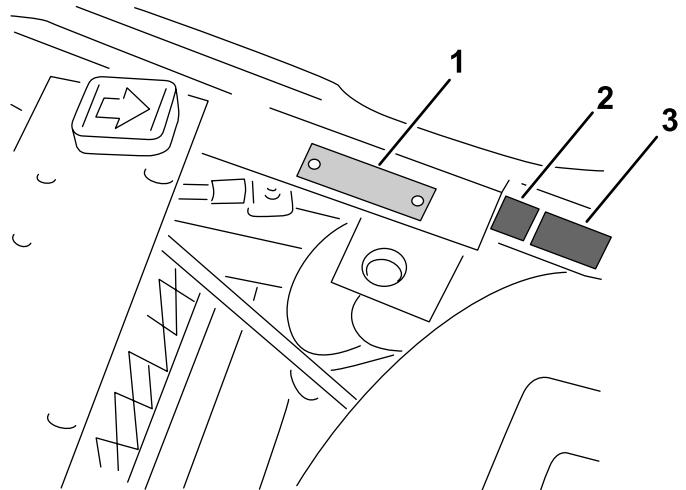

图 12
- 将 CE 标贴和生产年份标贴粘贴在脚踏板支架上的序列号牌附近 图 12。